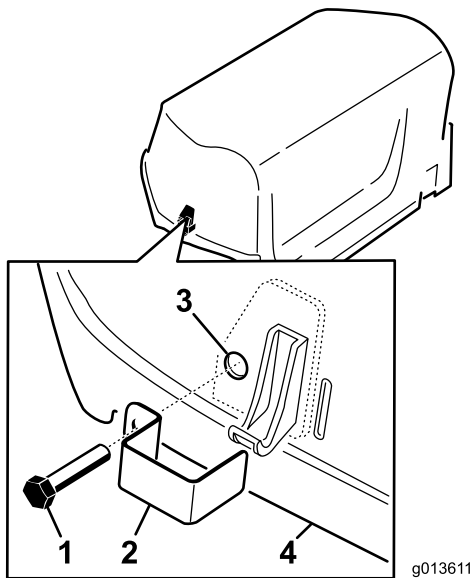

Bild 15
2. Befestigen Sie den Sperrriegel mit einer Blehschraube (zwei insgesamt) über die Haubenriegel (Bild 15).